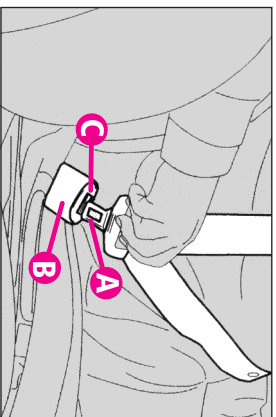

fig. 41
Luati capătul metalic (A-fig. 41) și introduceți-l în zăvor (B), până când se aude clicul de blocare.